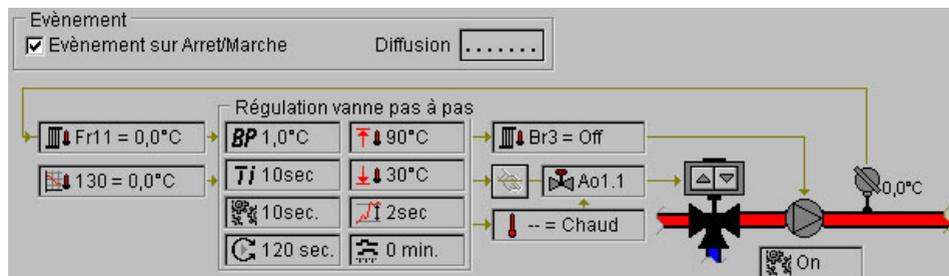

Figure 2.58 : Ressource Régulation vanne pas à pas
- Évènement : lorsque vous cliquez sur la case Évènement sur Arrêt/ Marche (voir figure 2.58), un évènement est généré à chaque changement d'état ON/OFF de la sortie (lien ON/OFF).